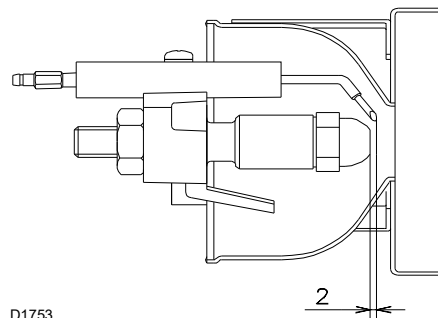

Fig. 12
- Verificați dacă electrozii de aprindere sunt poziționați ca în Fig. 12.